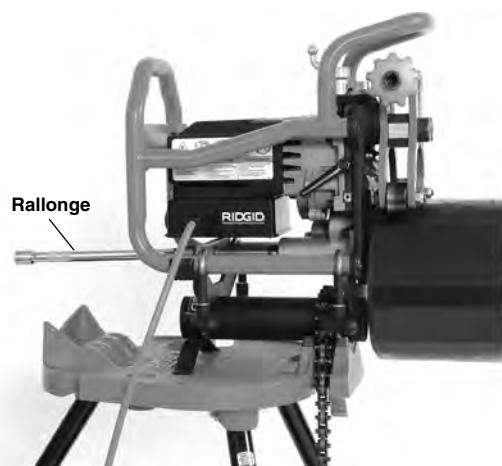

Figure 10 – Tuyau de moins de 12" de long et d'un poids inférieur à 50 livres sur machine fixe
8. Engagez la rallonge $1/2"$ de 10" fournie dans le carré de la machine à biseauter (*Figure 10*).
9. Lors du biseautage des tuyaux de moins de 12" (30 cm) de long et d'un poids inférieur à 50 livres (22 kg), il n'est pas nécessaire de prévoir de porte-tubes pour soutenir le tuyau tant que la machine à biseauter et l'étau portatif TRISTAND sont stables et bien arrimés. Le tuyau est positionné directement sur le galet d'entraînement et retenu par les galets de guidage (*Figure 10*).
Vérifiez la préparation et l'installation de la machine à biseauter, des porte-tubes et du tuyau (se reporter aux Figures 10, 12 et 13).